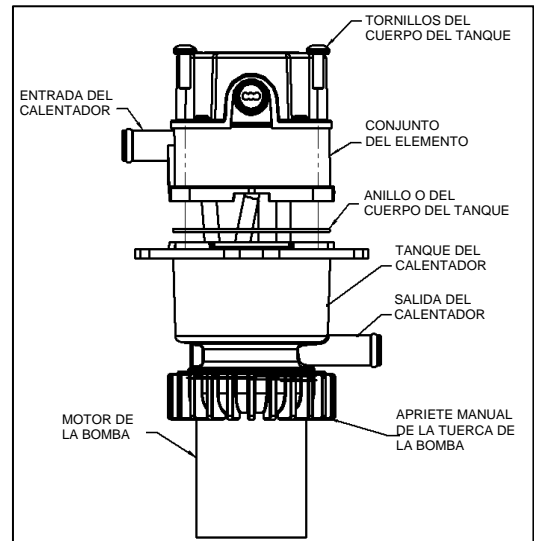

Figura 5
2. Retire los cuatro tornillos que fijan la cubierta eléctrica en su sitio, como se muestra en la Figura 5.
Daño en el anillo O: Asegúrese de que el anillo O se encuentre asentado adecuadamente en la ranura para evitar fugas desde el calentador. Véase la Figura 5.